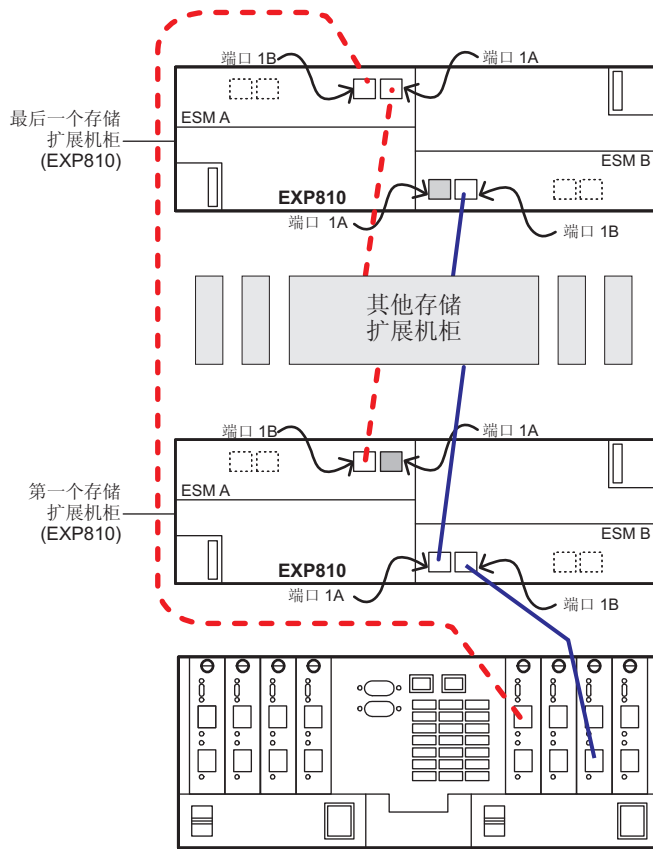
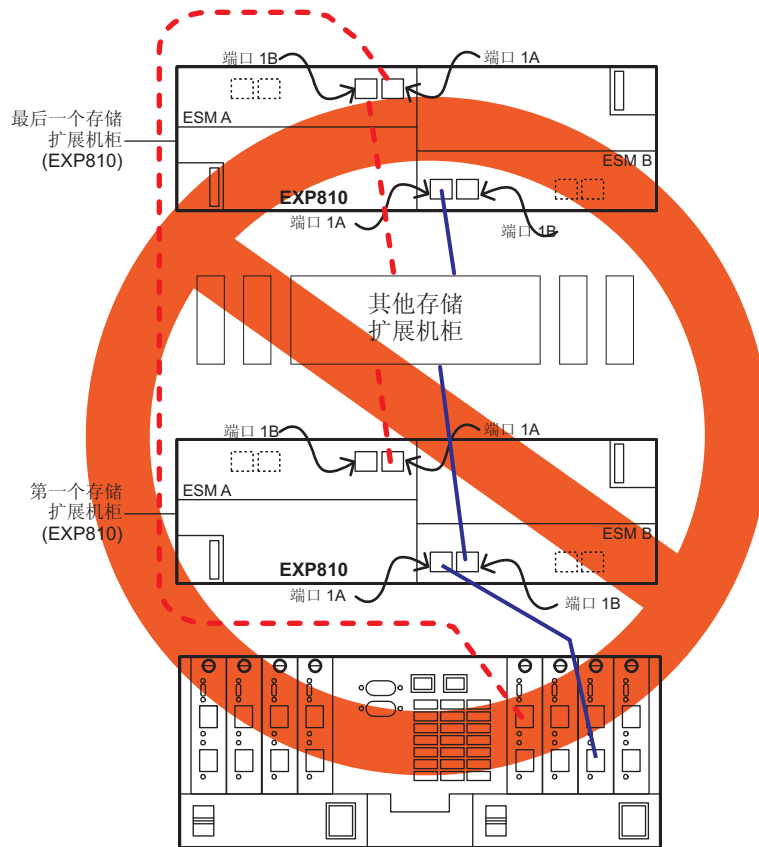

图 15. 到 EXP420/EXP520/EXP810/EXP5000 存储机柜端口 1B 的受支持连线方案
图 16. 到 EXP420/EXP520/EXP810/EXP5000 存储机柜端口的不受支持连线方案
- 存储子系统驱动器扩展端口必须始终连接到 EXP420/EXP520/EXP810/EXP5000 存储机柜端口 1B。第 50 页的图 15 是将 EXP420/EXP520/EXP810/EXP5000 存储机柜 1B 端口连接到存储子系统驱动器扩展端口的正确连线示例。第 51 页的图 16 是将存储子系统驱动器扩展端口连接到不正确的 EXP420/EXP520/EXP810/EXP5000 存储机柜端口（标注为 1A）的错误连线示例。